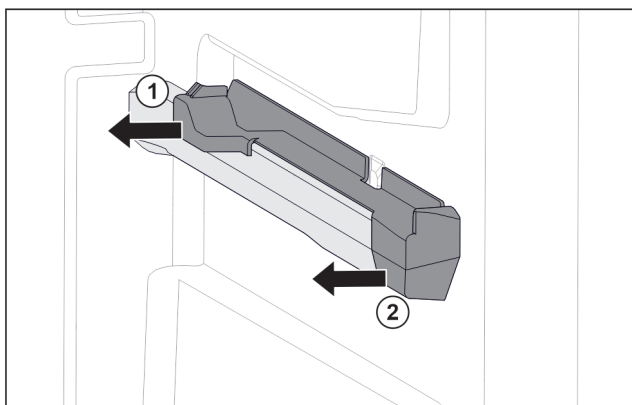

Fig. 84 Наставка върху дясното ребро на съда
- ▶ Изтеглете наставката отзад настрани. Fig. 84 (1)
- ▶ Изтеглете наставката отпред настрани. Fig. 84 (2)